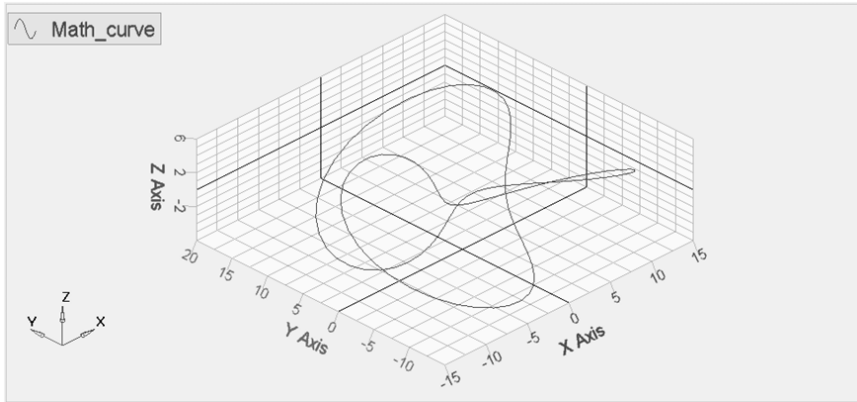

图 13-133 创建曲线
- (4) 将 Source 类型选为 Math。
- (5) 将 Vector 一项选为 All。
- (6) 在 X 一项输入 $\sin(2*u)*(10.0 + 6*\cos(3*u))$ 。
- (7) 在 Y 一项输入 $\cos(2*u)*(10.0 + 6*\cos(3*u))$ 。
- (8) 在 Z 一项输入 $6*\sin(3*u)$ 。
- (9) 在 U 一项输入 $0:(2*PI):(PI/50)$ 。
- (10) 单击 OK 按钮关闭对话框。
- (11) 单击 Apply 按钮创建曲线图, 如图 13-133 所示。